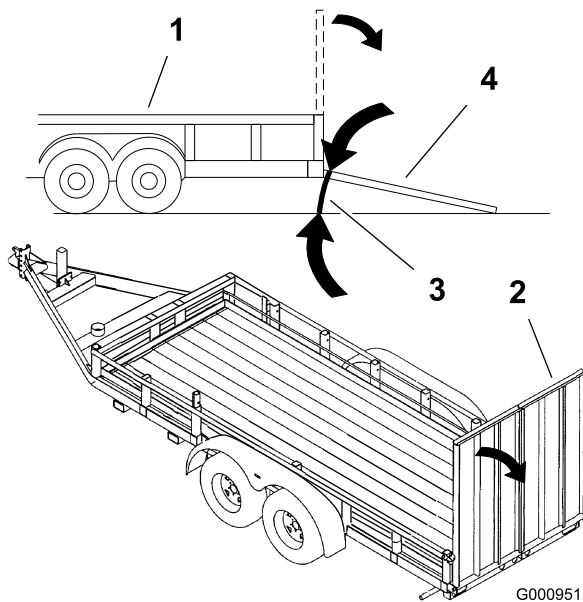

Figure 23
- Il est préférable d'utiliser une rampe d'une seule pièce qui dépasse de chaque côté des roues arrière, plutôt que des rampes individuelles pour chaque côté de la machine (Figure 23). Lorsque la plate-forme est abaissée et verrouillée en position, elle doit dépasser à l'arrière entre les roues arrière, et empêche ainsi la machine de basculer en arrière. La rampe d'une seule pièce constitue une surface d'appui pour la plate-forme au cas où la machine bascule en arrière. Lorsque la plate-forme est relevée, une rampe d'une seule pièce constitue une surface sur laquelle vous pouvez marcher derrière la machine.
- La rampe doit être suffisamment longue pour que les angles n'excèdent pas 15 degrés (Figure 23). Si l'angle est supérieur, les composants de la machine peuvent se coincer lors du transfert de la rampe à la remorque ou au camion. La machine risque en outre de basculer en arrière. Si vous vous trouvez sur ou près d'une pente, placez la remorque ou le camion en aval et la rampe en amont. Cela minimisera l'angle de la rampe. La remorque ou le camion doit être aussi de niveau que possible.